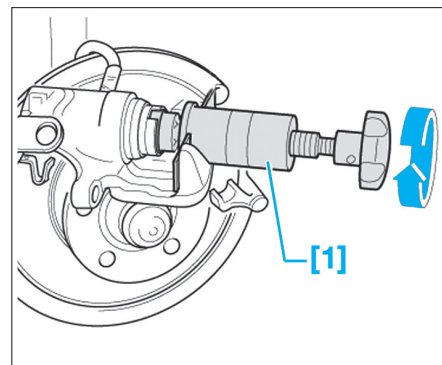

Fig. 13
- Repousser complètement à l'aide d'un outil [1] (Fig.13), le piston de l'étrier.